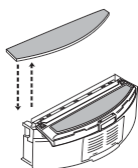
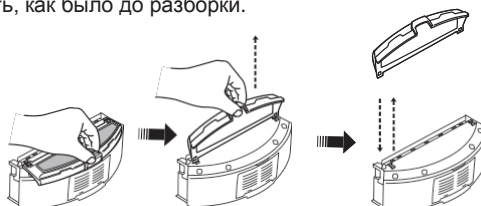

Рис.8
Рис.9
6. Извлеките пылесборник, снимите тряпку, отсоедините перемещающуюся балку, а затем откройте правую и левую защелки на дне пылесборника (См. Рис.8 и Рис. 9). Все части необходимо собрать, как было до разборки.